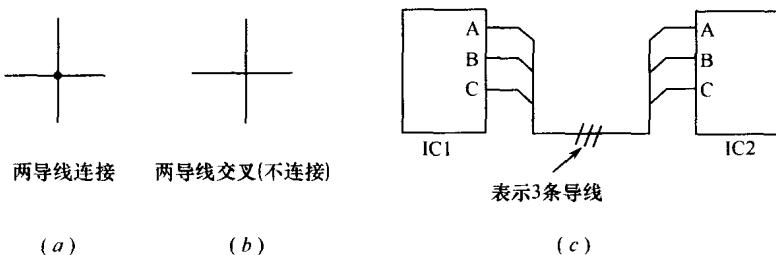

图 1-1-15 导线的连接与交叉
(1) 导线的连接与交叉。导线的连接与交叉,如图 1-1-15 所示。图 1-1-15(a)表示两导线连接在一起;图 1-1-15(b)表示两导线交叉而不连接;图 1-1-15(c)中 IC1 与 IC2 之间的连线上画有 3 道小斜杠,表示这里有 3 条导线分别将 IC1 与 IC2 的 A 与 A、B 与 B、C 与 C 连接在一起,而这 3 条导线之间并不连接。